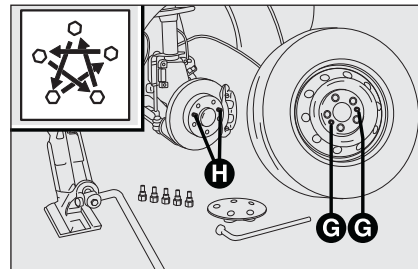

fig. 9
- monter la roue de secours, en faisant coïncider les trous **G**-fig. 9 aux pivots correspondants **H**. En montant la roue de secours, s'assurer que ses surfaces d'appui soient propres et sans impuretés qui pourraient, par la suite, provoquer le desserrage des boulons de fixation;
- serrer à fond les boulons, en passant alternativement d'un buolon à celui diametralement opposé, selon le schéma illustré sur la fig. 9.